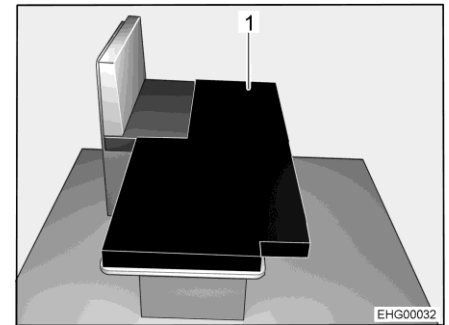

Bild 45 Efter ombyggnaden
- Lägg den extra dynan (Bild 45,1) på det nersänkta bordet så som visas i bild.